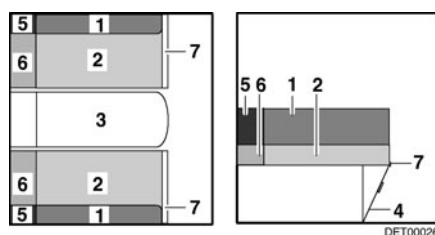

Fig. 94 Después de ampliar
- Abatir la prolongación del banco de asiento (Fig. 94,7) hacia arriba y colocar una cuña con la trampilla (Fig. 94,4).
- Sacar los cojines del respaldo (Fig. 94,1) y los cojines del asiento (Fig. 94,2) sobre la prolongación del banco de asiento.
- Colocar los cojines adicionales (Fig. 94,6) entre los cojines del asiento y la pared exterior.
- Colocar los cojines adicionales (Fig. 94,5) entre los cojines del respaldo y la pared exterior.